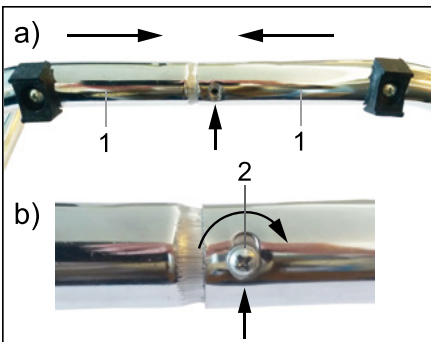

Fig.83: Montaj suport
7. Îmbinați cele două jumătăți ale suportului (1) ca în fig. 83 a).